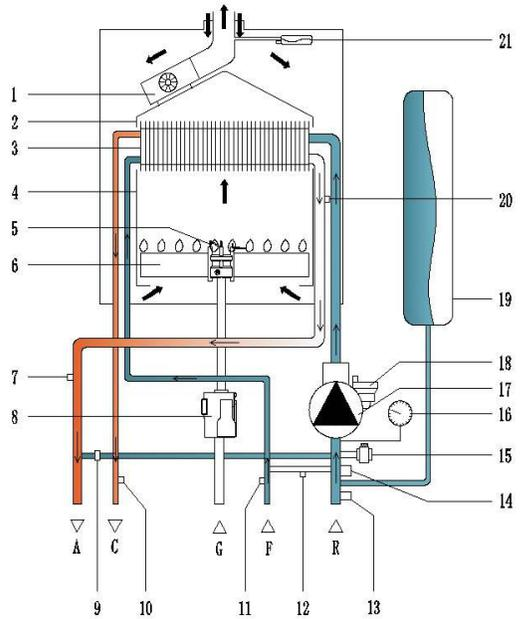

Рис. 5
3.7.2 Принципиальная схема циркуляции теплоносителя для модели с теплообменником битермического типа (рис. 5)